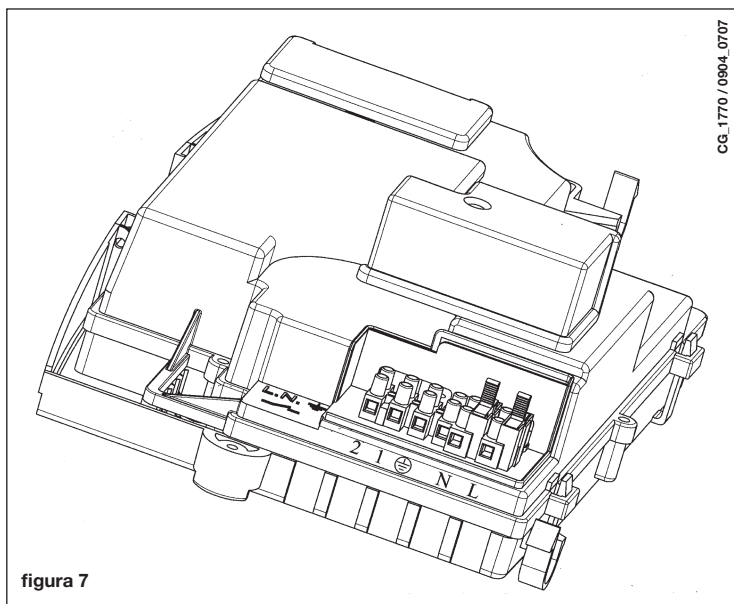

figura 7
- retirar la tapa y acceder a la zona de las conexiones eléctricas (figura 7).
- acceder al tablero de bornes de alimentación (figura 7);
- conectar el termostato ambiente a los bornes (1) y (2) y quitar el puente.